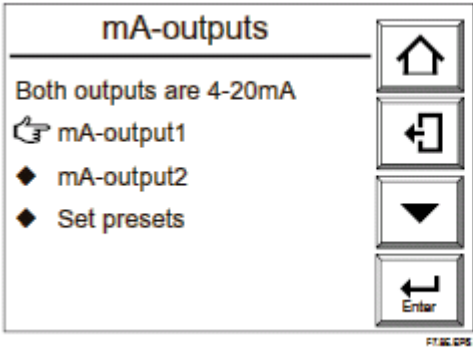

图 7.9 设置“mA 输出”
- (1) 从执行/设置显示中选择设置
- (2) 从命令（设置）显示中，选择 “mA-output setup”，接着出现如图 7.9 所示显示。